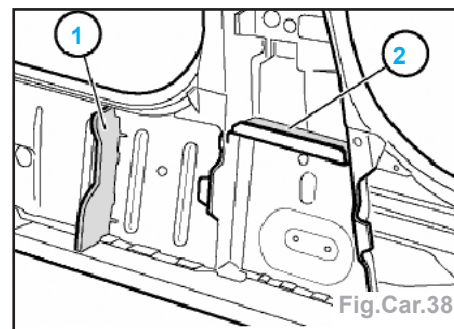

Fig.Car.38
- Mettre en place des blocs préformés d'insonorisation des corps creux dans la doublure de montant B (2) et dans la partie centrale du bas de marche (doublure de longeron) (1) (Fig.Car.38).